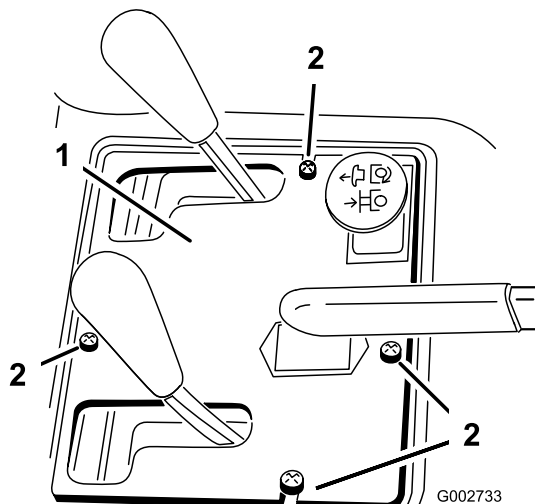

図 37
2. コントロールパネルをフレームに固定しているねじ 4 本を外す 図 37。